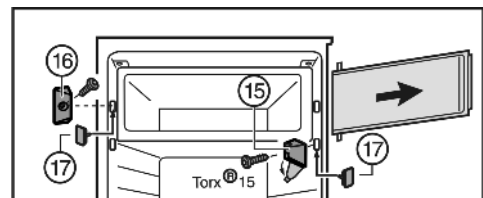

Fig. 7
- Togliere il coperchio nel blocco di supporto Fig. 7 (15).
- Svitare il blocco di supporto Fig. 7 (15) con la porta dello scomparto.
- Svitare Fig. 7 (16) l'elemento di chiusura.
- Chiudere i fori ora liberi con i tappi Fig. 7 (17) in dotazione.